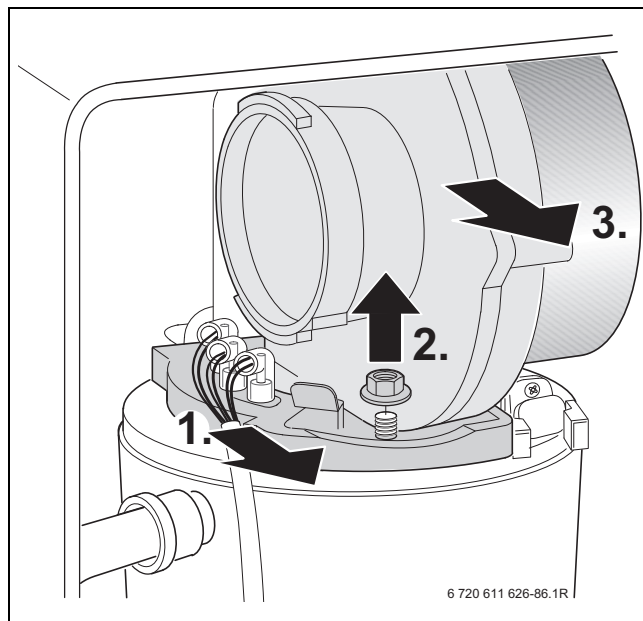

Fig. 75
- Retirer le câble des électrodes d'allumage et de contrôle, → figure 75.